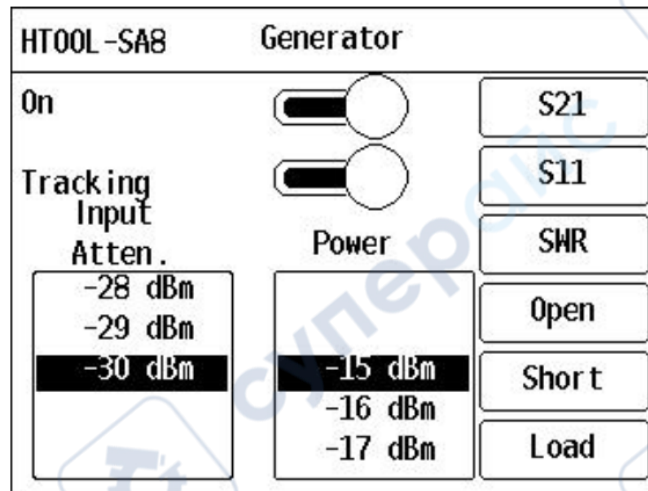

Рисунок 12 – Включение слежения источника сигнала
4. Установите значение мощности сигнала в диапазоне от -15 до -25 дБм в соответствии с оборудованием, использующим выходной сигнал генератора. Параметр задаётся «прокручиванием» значения в фиксированную выбранную область (рисунок 12).